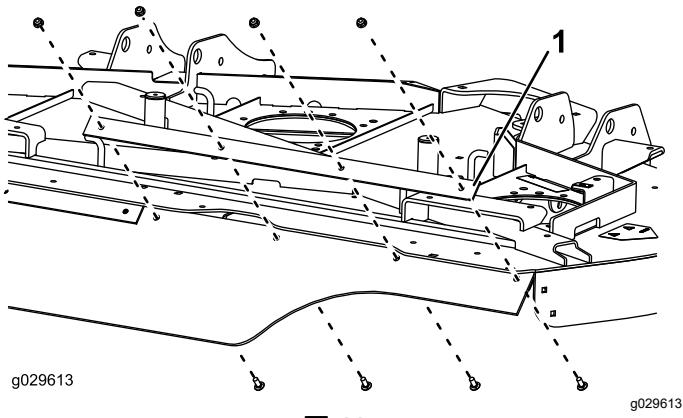

図 11
5. デフレクタの左側四角い側とサポートストラップを、右側チェンバに取り付けるキャリッジボルト5/16 x 7/8 インチ 4本とナット5/16 インチ4個を使用して図 11のように取り付ける。